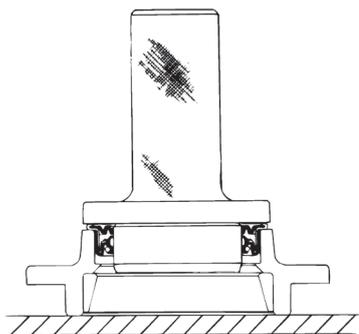

Figura 5.67
- C. Use uma prensa e uma ferramenta de instalação ou uma placa de metal para instalar o vedador de óleo na caixa do rolamento. Figura 5.67.